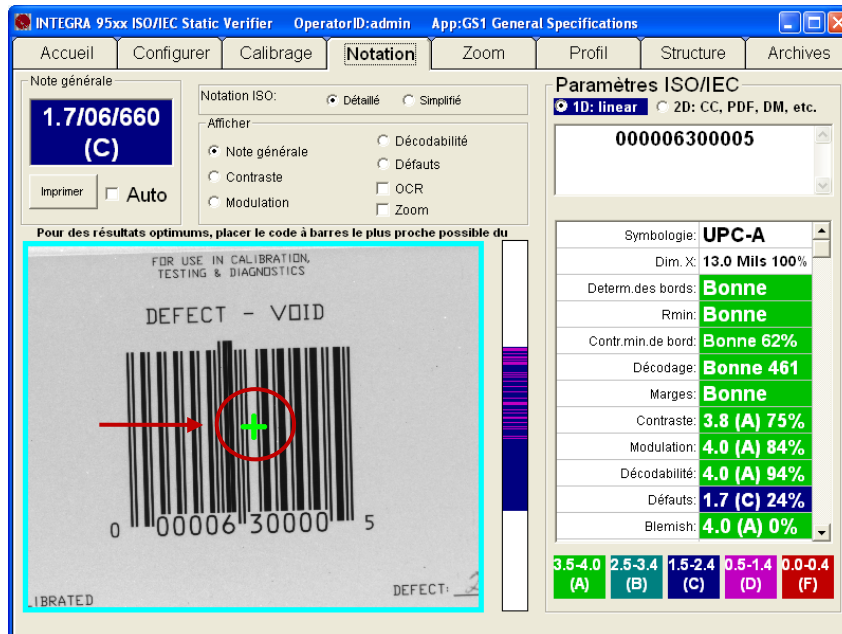

Figure 1: Le signe **+** vert apparaît au centre du champ de vision.
2. Cliquez sur l'onglet **Notation** et remarquez le signe **+** vert qui apparaît au centre du champ de vision (voir la Figure 1).